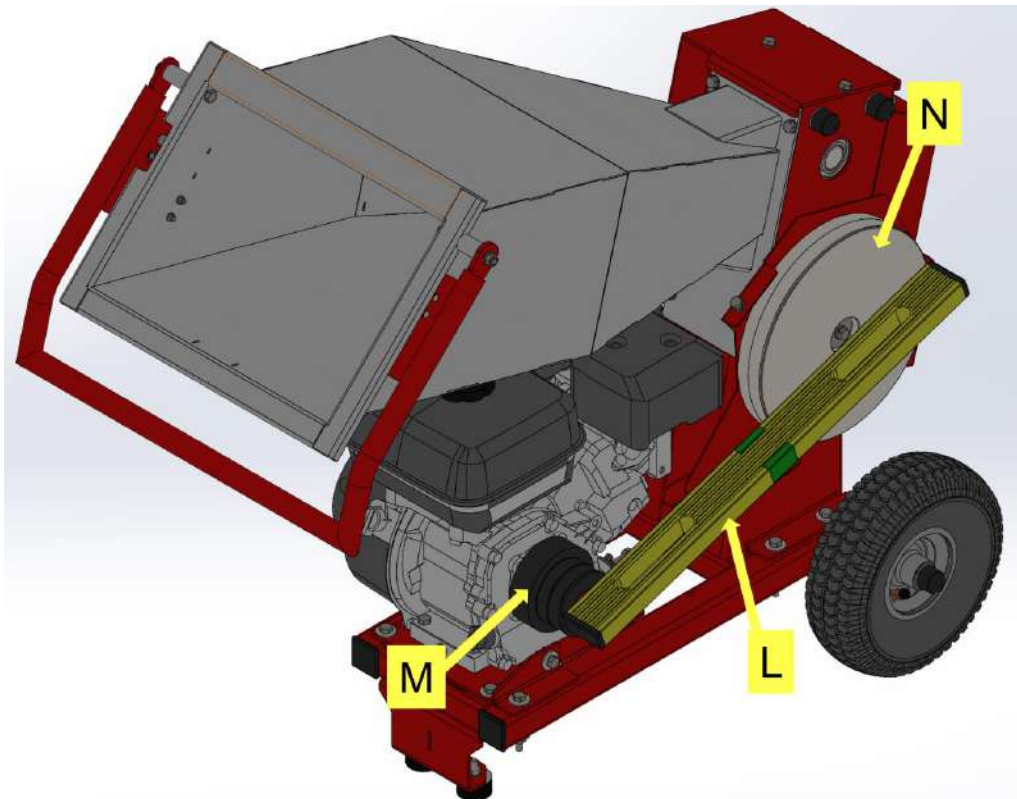

Рисунок 23. Схема виставлення муфти відносно шківа
5. Перед встановленням нового паса необхідно виставити в одну площину муфту двигуна (M) та шків-маховик (N). Для цього нам знадобиться предмет довжиною від 50 см та рівною площиною, до прикладу будівельний рівень (L) як показано на рис.23